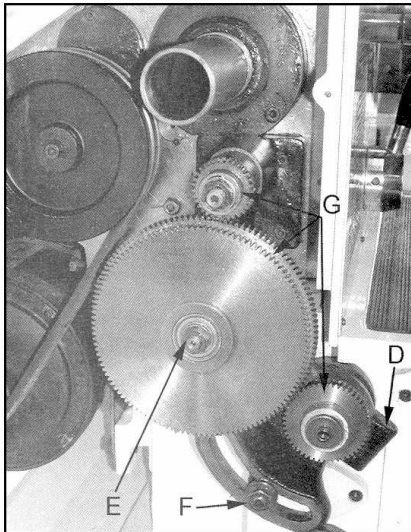

Fig 18
Lösen Sie die Schraube (D, Fig 18) und die Mutter (F) um die Räderschere auszuschwenken.